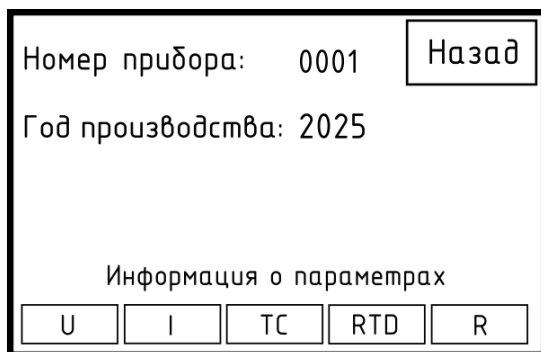

Рисунок 3.3 – Меню «Информация о приборе»
- «**Информация о приборе**» - вывод информации о заводском номере калибратора, дате выпуска, параметрах воспроизводимых сигналов (рисунок 3.3).